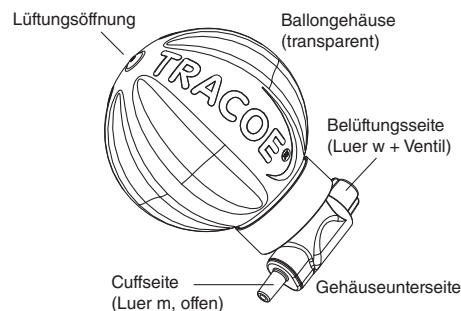
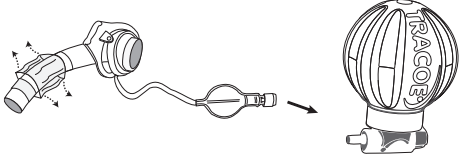
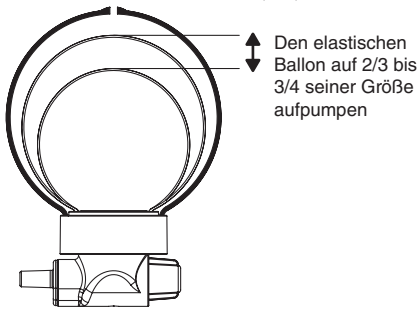

Abb. 1: Komponenten und Anschlüsse des TRACOE smart Cuffmanagers
Abb. 2: Verbinden Sie den Füllschlauch mit dem männlichen Luer-Konnektor
Abb. 3: Erforderliche Größe nach dem Befüllen
Der TRACOE smart Cuffmanager besteht aus einem kugelförmigen, soliden (transparenten) Gehäuse mit einem elastischen Ballon (blau) im Inneren, der an dem Gehäuseunterteil mit einem männlichen und einem weiblichen Luer-Konnektor befestigt ist (Abbildung 1). Das Gerät wurde entwickelt, um zu gewährleisten, dass der Cuffdruck von Endotrachealtuben bzw. Tracheostomiekanülen während des Einsatzes kontinuierlich in einem Bereich zwischen 20 cmH₂O
ACHTUNG: Die Dämpfungsfunktion im Pufferballon ist nur in eine Richtung wirksam, um die Befüllung oder Druckkontrolle des Endotracheal- bzw. Tracheostomie-Cuffs zu erlauben; sie ist nicht aktiv, wenn ein Cuffdruckmesser oder eine Spritze an den Luer-Konnektor (auf der Belüftungsseite des Gerätes, siehe Abb. 1) angeschlossen ist.
- der TRACOE smart Cuffmanager nicht eingangs auf einen Druck im Bereich von 20 cmH₂O bis 30 cmH₂O aufgepumpt und der Pufferballon nicht auf ca. 2/3 bis 3/4 seines maximalen Volumens ausgedehnt wurde (Abbildung 3).
Der elastische Pufferballon befindet sich in einem kugelförmigen, soliden (transparenten) Gehäuse. Dieser Pufferballon ist mit dem (weißen) Gehäuseunterteil verbunden, welches über zwei Luer-Konnektoren verfügt (Abbildung 1):
- Dieser weibliche Luer-Konnektor verfügt über ein integriertes selbst-dichtendes Ventil, welche verhindert, dass Luft ausströmt, wenn eine Spritze oder ein Druckmesser abgenommen werden (siehe Abb. 1).
- Das Eindringen von Flüssigkeit in die Lüftungsöffnung (auf der Oberseite des Gehäuses, siehe Abb. 1) ist zu vermeiden; z.B. mit dem Gerät nicht baden oder duschen.
- Die Lüftungsöffnung (auf der Oberseite des Gehäuses, siehe Abb. 1) des TRACOE smart Cuffmanagers muss ständig offen und frei zugänglich sein.
Nach dem Einführen des Endotrachealtubus bzw. der Tracheostomiekanüle (und ent- oder belüfteten Niederdruckcuff) wird der TRACOE smart Cuffmanager mit dem offenen Ende des Cuff-Füllschlauchs (Pilot-Ballon) verbunden; dazu wird dieser an den männlichen Luer-Konnektor (Luer m, siehe Abb. 1) an der Gehäuseunterseite des TRACOE smart Cuffmanager angeschlossen und vorsichtig gedreht, um die Verbindung zu sichern (Abbildung 2).
Sobald der TRACOE smart Cuffmanager mit dem Cuff-Füllschlauch verbunden ist, befestigen Sie einen Cuffdruckmesser oder eine Spritze am weiblichen Luer-Konnektor (Luer f, siehe Abb. 1) an der Unterseite und injizieren Sie ausreichend Luft, um den Pufferballon korrekt auf 2/3 bis 3/4 seines maximalen Durchmessers aufzupumpen (verglichen mit dem Gehäuse, Abbildung 3). Den elastischen Ballon auf 2/3 bis 3/4 seiner Größe aufpumpen
Die Lüftungsöffnung des TRACOE smart Cuffmanagers (auf der Oberseite des Gehäuses) muss ständig offen und frei zugänglich sein (siehe Abb. 1).
Im Verlauf der 29-tägigen Nutzungsdauer des TRACOE smart Cuffmanagers kann es erforderlich sein Luft nachzufüllen, damit der Pufferballon konstant zu 2/3 bis 3/4 gefüllt bleibt (Abbildung 3). Zum Nachfüllen von Luft in den Pufferballon folgen Sie den Anweisungen zum Befüllen, wie in Kapitel 8.1 beschrieben. Wenn das Volumen des Ballons zu niedrig ist, kann der Cuffdruck erhöht werden.
ACHTUNG: Der TRACOE smart Cuffmanager darf nicht in Wasser, Desinfektionslösung oder andere Flüssigkeiten getaucht werden. Es ist darauf zu achten, dass keine Flüssigkeiten in Luer-Konnektoren und in die Lüftungsöffnung eindringen (siehe Abb. 1), da hierdurch die Dämpfungsfunktion und der Luftstrom, der für die Aufrechterhaltung des Cuffdrucks notwendig ist, beeinträchtigt werden.